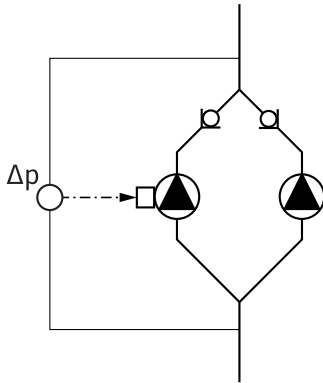

Fig. 13: Exemplo, conexão do sensor da pressão diferencial
- No exemplo da fig. 13, a bomba Master é a da esquerda vista no sentido de circulação dos fluidos. Ligar o sensor da pressão diferencial a esta bomba.
Os pontos de medição do sensor da pressão diferencial da bomba Master devem encontrar-se no respectivo tubo colectora do lado de aspiração e da pressão do sistema de bomba dupla (fig. 13).